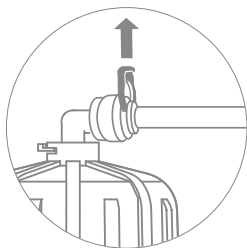

Рис. 15
3. Отсоедините стопорную клипсу, фиксирующую цангу (рис. 15). Отсоедините пластиковую трубку, удерживая цангу прижатой к корпусу (см. раздел Отсоединение трубок). При необходимости отсоедините все трубки от корпуса мембраны и извлеките его из корпуса системы.